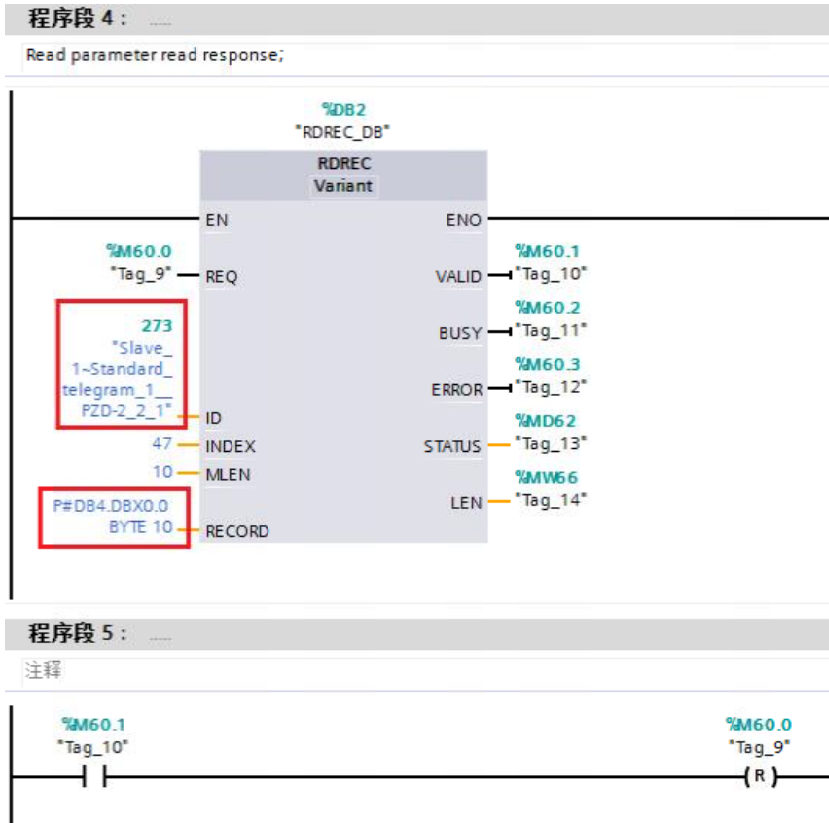

图 3-5 接收“读参数”请求的响应
(2) 使用标志位 M60.0 及功能块“RDREC”读取驱动器参数的请求响应(数据集为 DB4 开始的 10 个字节)，见图 3-5。读参数应答数据格式参考表 3-6。